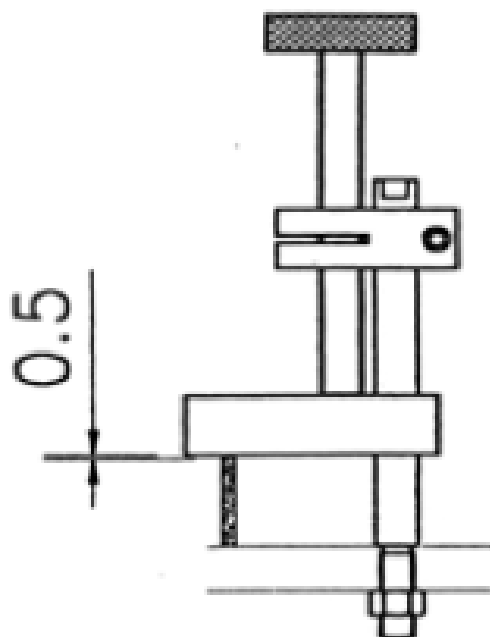

Рис.16
- Во-вторых, отрегулируйте зазор, чтобы был 0,5 мм см. рис.16. Убедитесь, что кромка может свободно проходить через зазор без каких-либо отклонений.